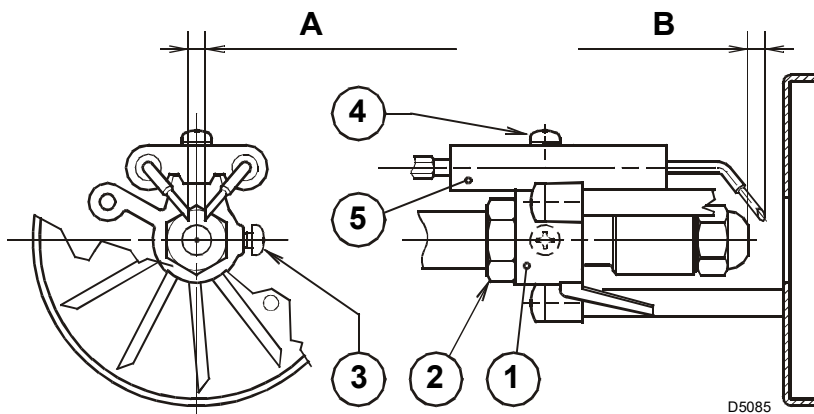

Abb. 11
Die Abstände in Abb. 11 müssen eingehalten werden.
- Für eventuelle Justierungen der Elektrodeneinheit 5) die Schraube 4) lockern (Abb. 11).
- den Stauscheibenhalter 1)(Abb. 11) auf den Düsenstock 2)(Abb. 11) legen und mit der Schraube 3)(Abb. 11) fixieren.
- Die Kabel 4) von den Elektroden abziehen, die Schraube 3)(Abb. 11) lockern und den Stauscheibenhalter 7) aus dem Düsenstock 1) ziehen.